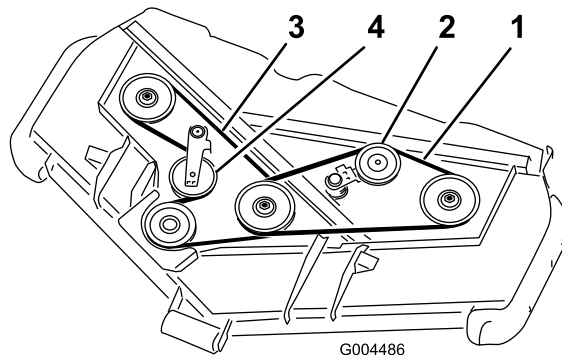

Figura 57
3. Usando una llave de carraca u otra herramienta similar, aleje la polea tensora de la correa superior (Figura 57) de la correa de transmisión superior para aliviar la tensión de la correa y permitir retirar la correa de las poleas.
4. Usando una llave de carraca u otra herramienta similar, aleje la polea tensora de la correa inferior (Figura 57) de la correa de transmisión inferior para aliviar la tensión de la correa y permitir retirar la correa de las poleas.
5. Pase una correa nueva alrededor de la polea de la caja de engranajes, las poleas de eje inferiores y el conjunto de la polea tensora, según se muestra en Figura 57.
6. Pase una correa nueva alrededor de las poleas de eje superiores y el conjunto de la polea tensora, según se muestra en Figura 57.